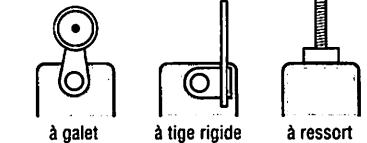

Fig. 9 : Tête de commande de capteurs de position.
- le type de la commande avec force d'action en daN et la course pour réaliser le contact (mouvement rectiligne ou angulaire) (fig. 9) ;